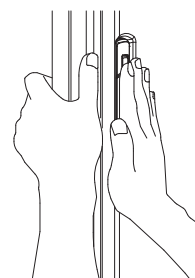

図3
3. 扉を押さえ、取手を手のひら全体で本体側に押してください。(図3)